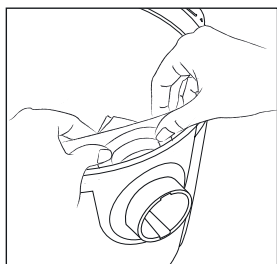

Fig. 10 – Colocando um saco de pó novo
4. Encaixe a abertura do saco de pó na conexão da mangueira, conforme mostra a Fig. 10;